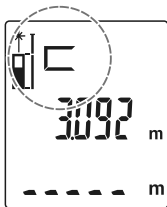

Fig. 11 – medición del largo
- 5 – Enseguida aparecerá en el visualizador una línea vertical pulsante, de acuerdo a lo que muestra la fig. 11.